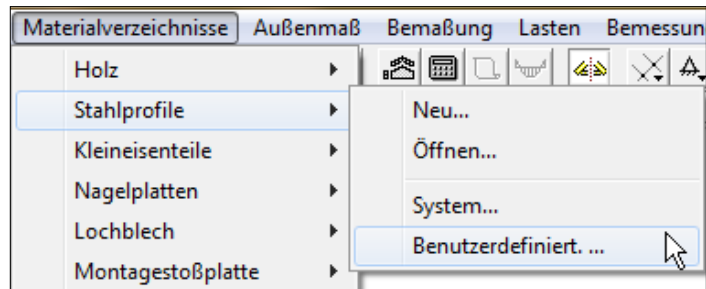

Abb. D 31
5. Passen Sie den Preis über Menü *Anpassen* ä *Preis/m3* an. Bestätigen Sie Ihre Eintragung mit *OK* (Abb. D 31). Die Summe wird geändert und der „neuen“ Breite entsprechend angepasst.
Über *Materialverzeichnis* → *Stahlprofile* → *Benutzerdefiniert...* (Abb. D 31) können zusätzliche Stahlprofile, die nicht in der Systemliste aufgeführt sind, eingetragen werden.